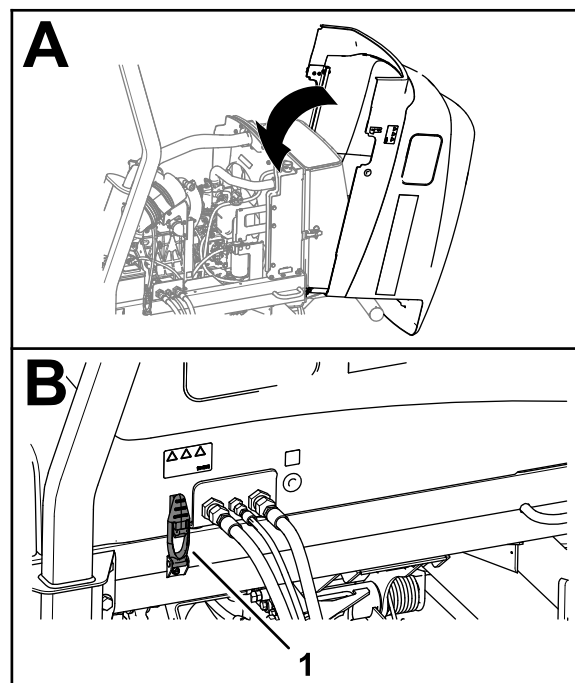

Figura 101
1. Rotiți cu atenție capota pentru a o închide (Figura 101).